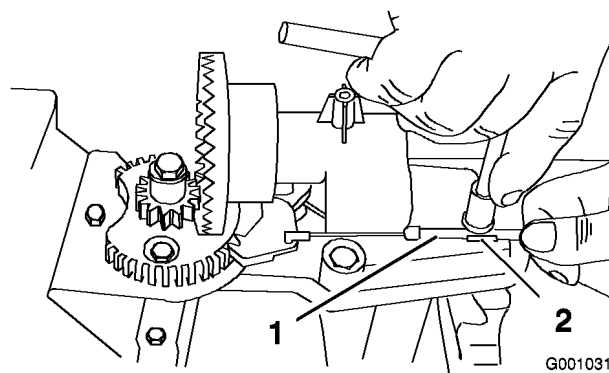
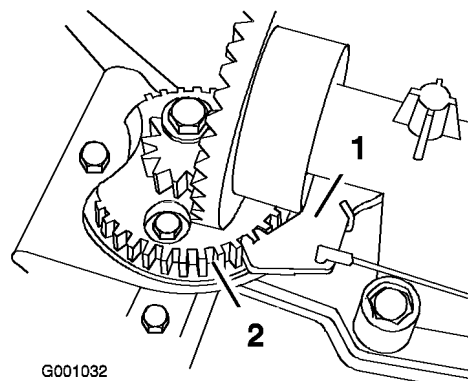

Figura 55
Figura 56
2. Allentate il bullone sul serrafilo per cavi (Figura 55).
3. Afferrate la guaina del cavo e spostatela verso la parte anteriore della macchina finché il fermo del camino di scarico non s'innesta completamente nei denti degli ingranaggi (Figura 55 e Figura 56).
Nota: Il fermo a molla si inserisce automaticamente tra i denti degli ingranaggi (Figura 56).